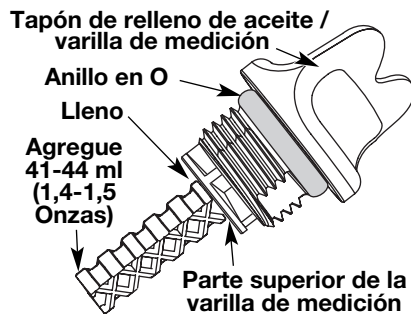

Fig. 23
5. Retire el tapón de relleno de aceite / varilla de medición e inspeccione el nivel del aceite. El aceite debe llegar hasta la parte superior de la varilla de medición (Fig. 23).